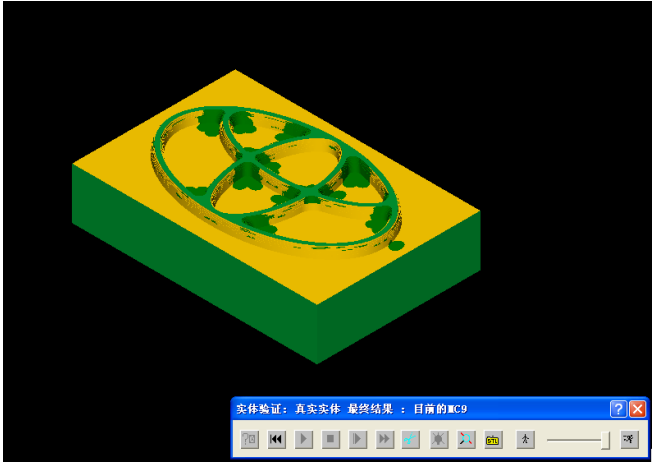

图 1-55 残料粗加工实体切削验证
- 5) 在“操作管理员”对话框，如果有错误，可以勾选所要求修改的操作，单击“重新计算”。单击“全选”“实体切削验证”，可以进行实体切削验证，如图 1-55 所示。将本例保存为“残料挖槽.mc9”文件。